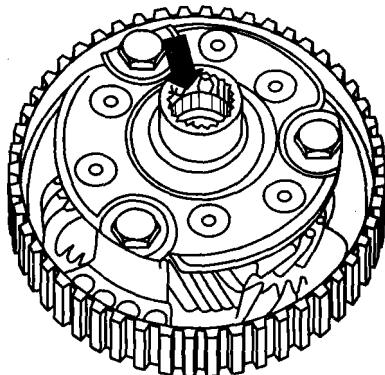

图 5-25 将新的 O 形密封圈装入行星架
(1) 将新的 O 形密封圈装入行星架, 如图 5-25 所示。更换行星架时需要调整该支架。